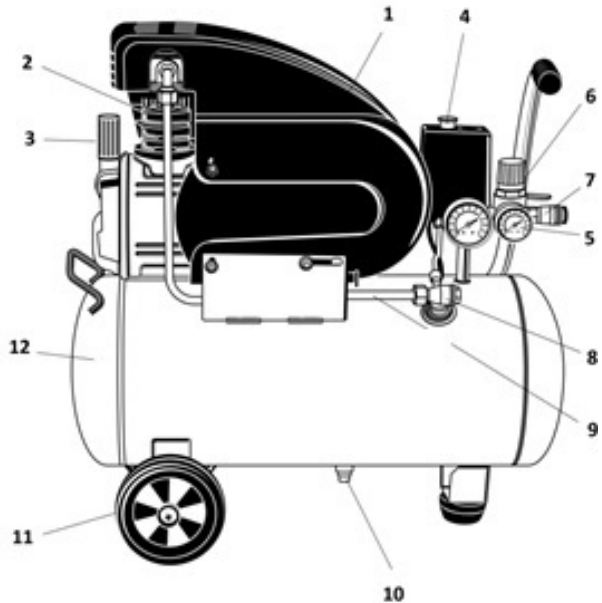

Рис.1
ОПИСАНИЕ ОБОРУДОВАНИЯ (Рис.1)
- Установите колеса (11, Рис. 1) на ресивер (12, Рис. 1).
- Извлеките заводскую транспортировочную пробку маслосливной горловины (3, рис.1).
- Залейте масло в картер и завинтите в маслосливную горловину сапун (3, рис.1). Заправочный объем картера указан в таблице 1.